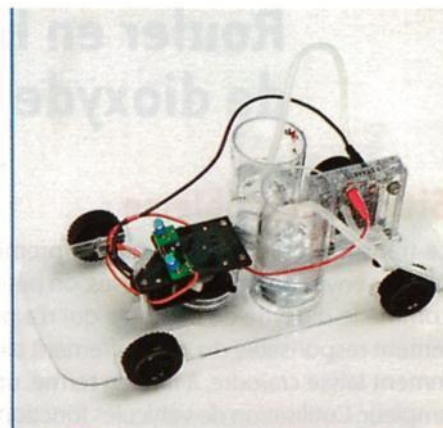

Fig. 3 Utilisation de la pile après mesure de l'intensité.
- Débrancher la cellule photovoltaïque, puis relier la pile au moteur électrique en conservant l'ampèremètre dans le circuit (Fig. 3).